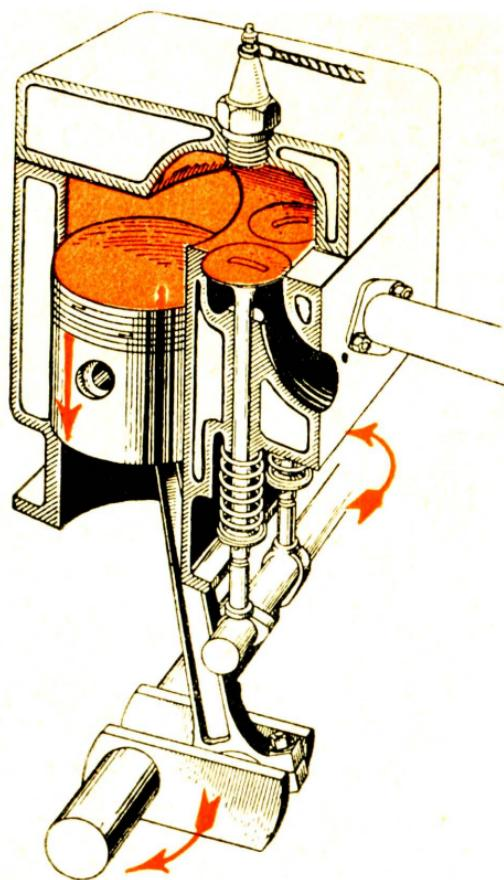

Рис. 6. Рабочий цикл.
3. **Сув робочий (експанзія).** Сила вибуху спихає толок вниз, і за посередництвом хитуна обертає колінчастий вал так, що дальший оборот корбою є не потрібний (рис. 6). Толок доходить до долішнього мертвого положення, а вихлипний хлипак відчиняється.